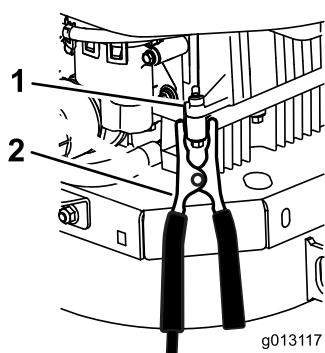

Figure 51
- Faites la dernière connexion sur le **bloc-moteur** (pas sur la borne négative de la batterie) de la machine avec la batterie à plat, à l'écart de la batterie, et reculez vous (Figure 51).